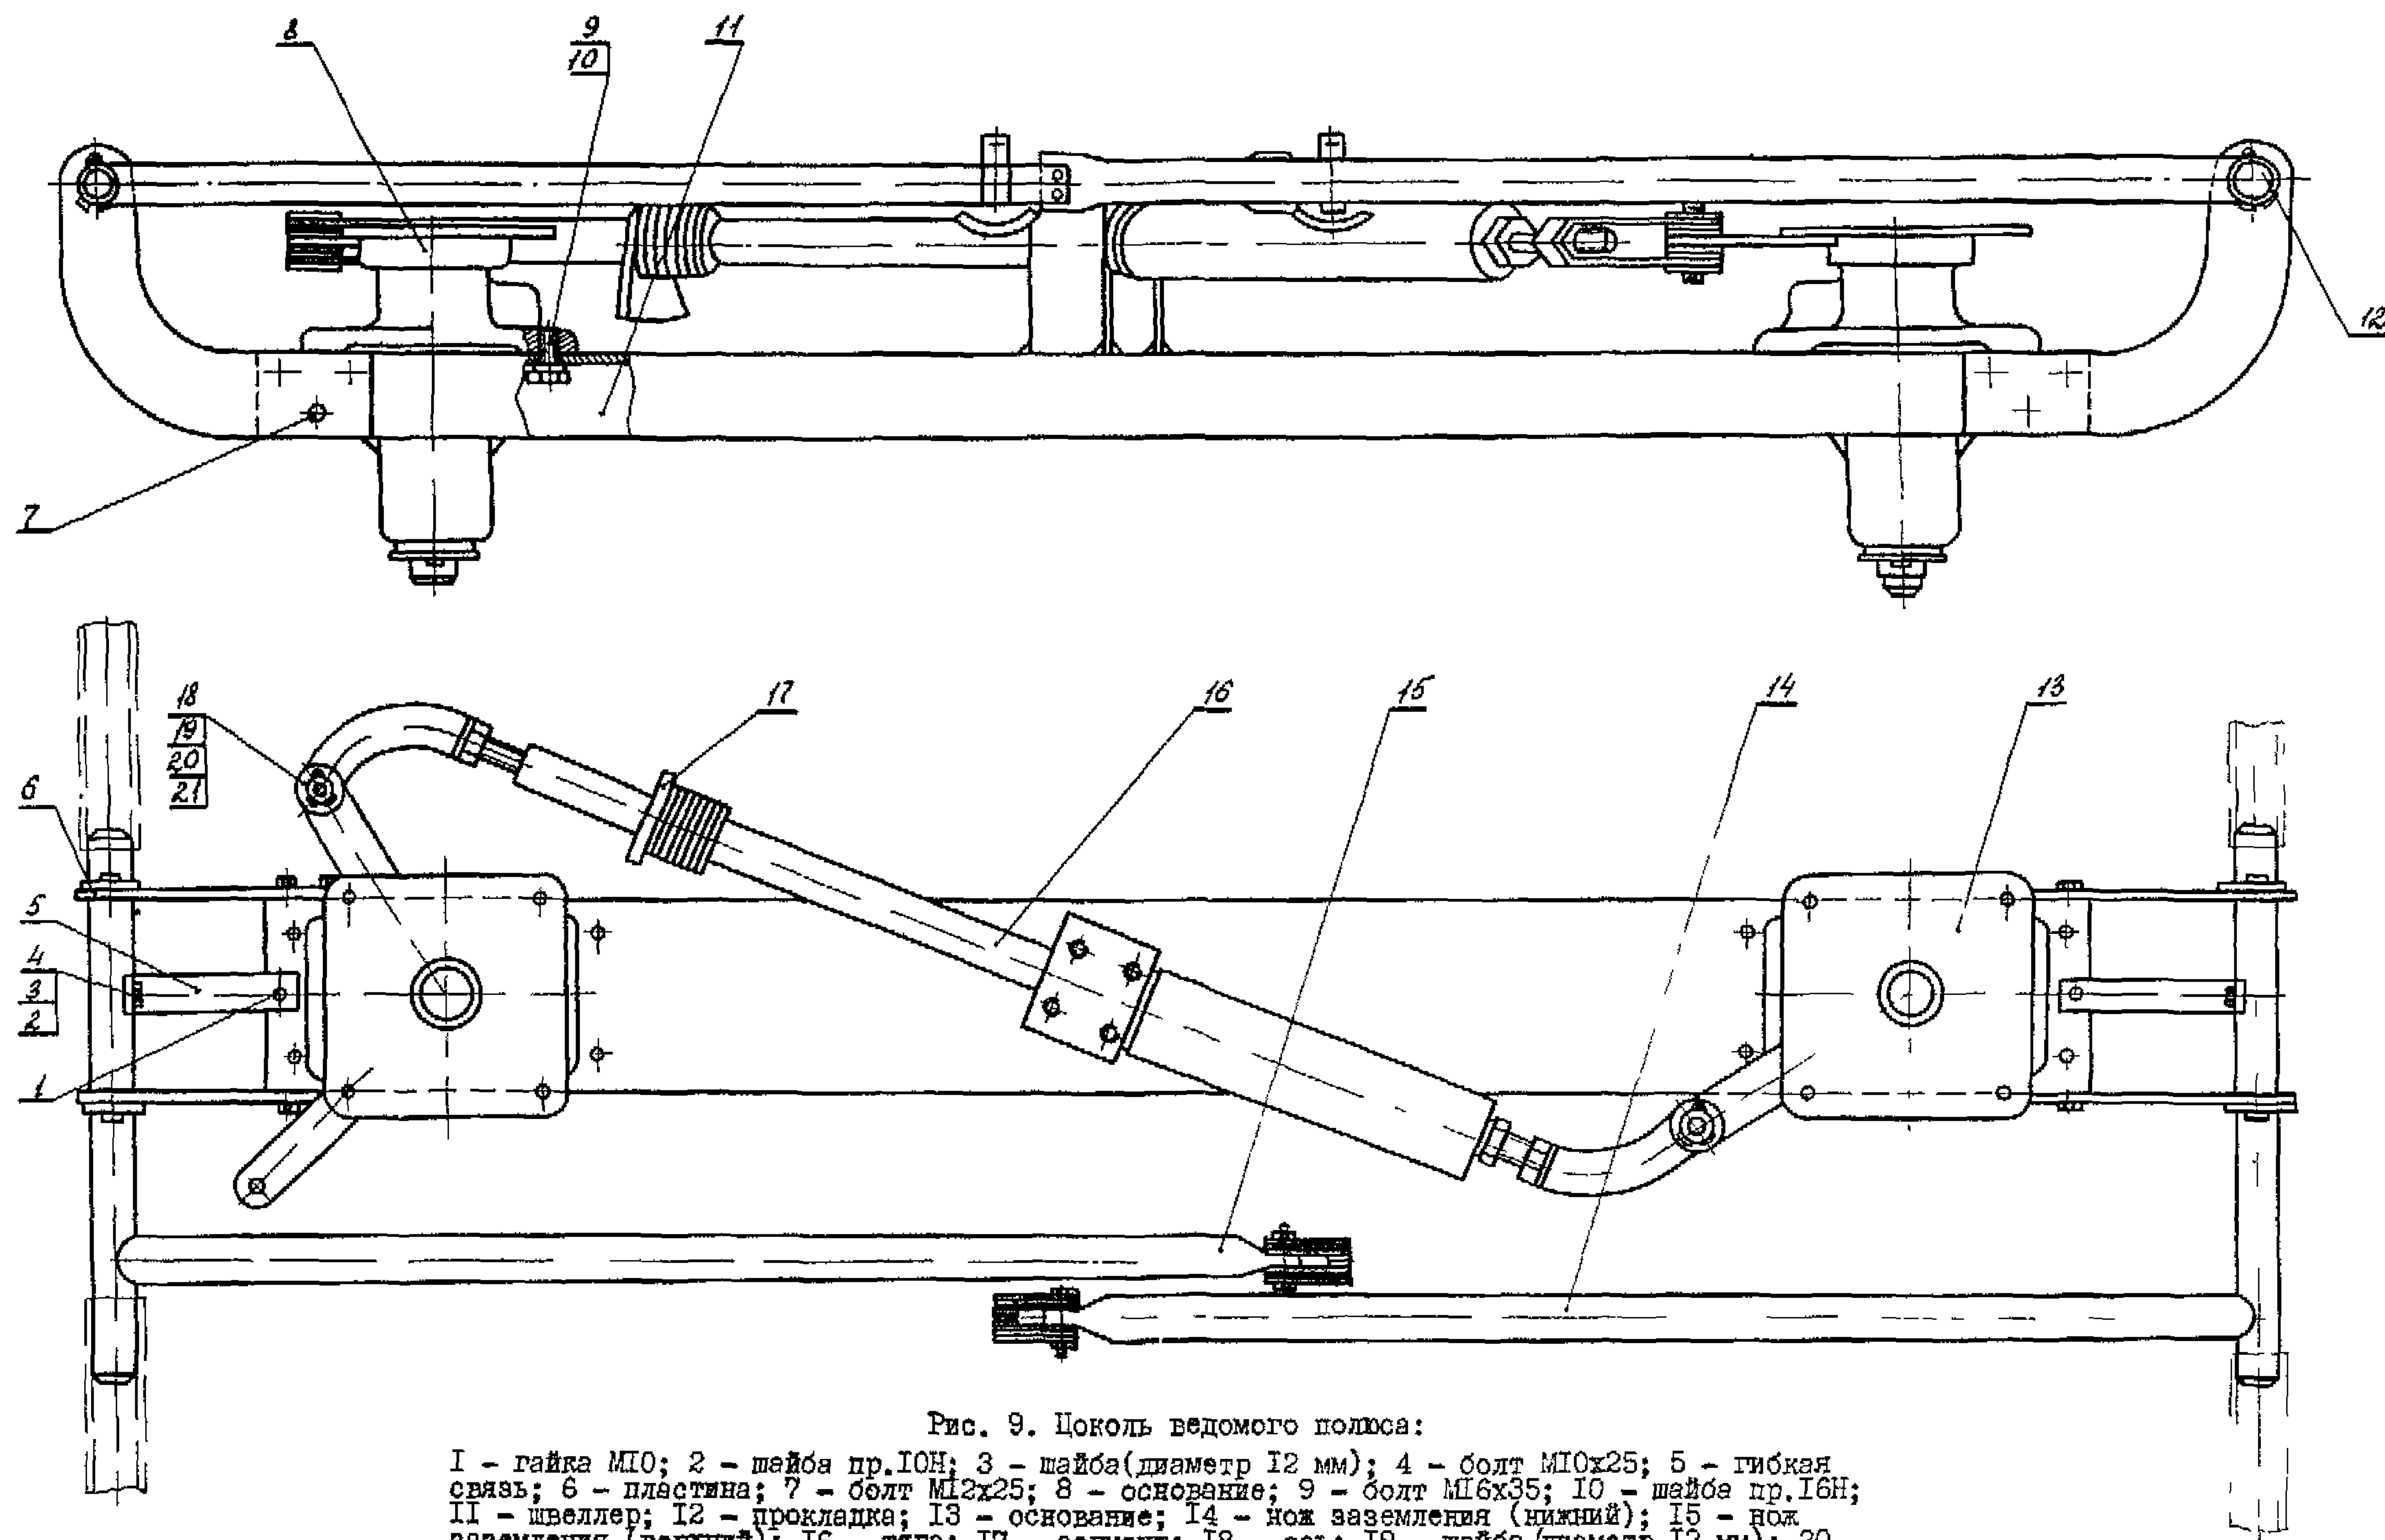

Рис. 9. Цоколь ведомого полюса:
06.18. Установить вилки I и I7 на рычаги оснований II (см. рис. 3) или 8 (рис. 9), установить оси 39 (см. рис. 3) или I8 (см. рис. 9), подложить шайбу 4I (см. рис. 3) или I9 (см. рис. 9) и установить шпильки 40 (см. рис. 3) или 20 (см. рис. 9).